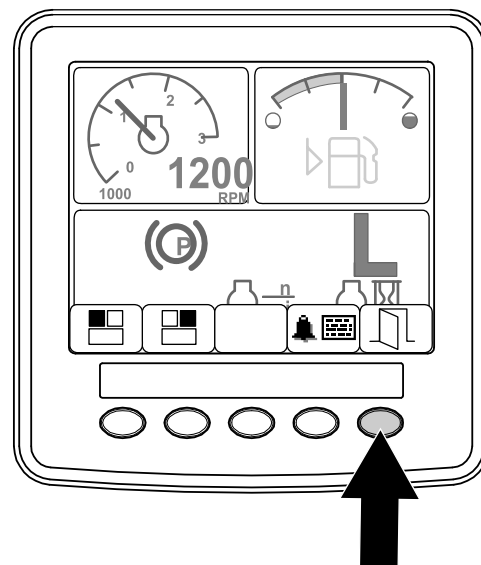

Figura 8
2. Mantenga pulsado el botón 5 para acceder al menú PRINCIPAL (Figura 8).